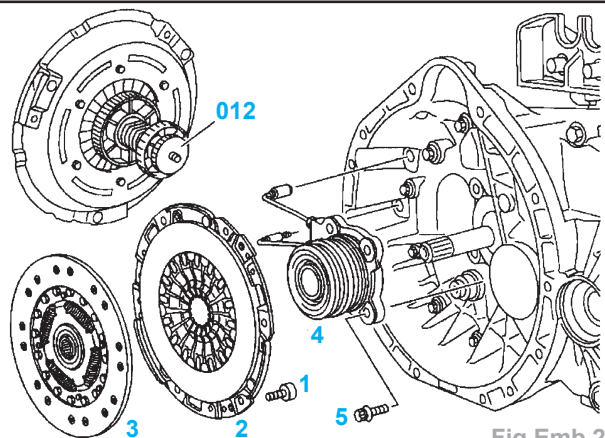

Fig.Emb.2
- Desserrer les vis (1) par 1,5 tour maximum.
- Déposer le mécanisme (2), le disque d'embrayage (3) et la butée (9) (Fig.Emb.2/3).